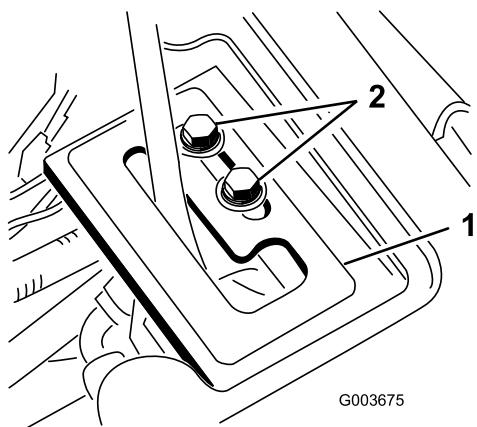

図 17
- レバー・ガイド・プレートを、昇降レバーの上からかぶせるようにして位置決めをし、フランジ・ヘッド・ネジ2本とワッシャで仮止めする（図 17）。
- エンジンが回転している状態で、昇降レバーをフロート位置にセットする；この状態で、昇降シリンダを手で延ばしたり縮めたりできるようにレバー・ガイド・プレートの位置決めを行う（図 17）。
- 調整ができたら、レバー・ガイド・プレート固定用のネジ2本を締めてプレートを固定する（図 17）。